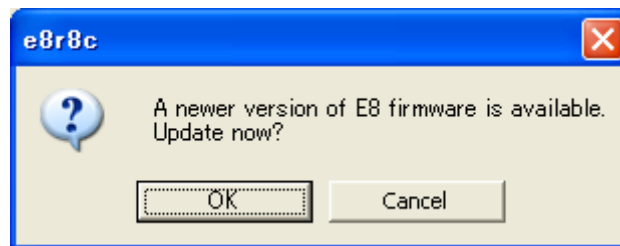

图 3.15 E8 固化软件下载的确认信息对话框
(8) 如果仿真器中被下载的E8固化软件为旧版本，就显示如图3.15所示的E8固化软件下载确认信息。